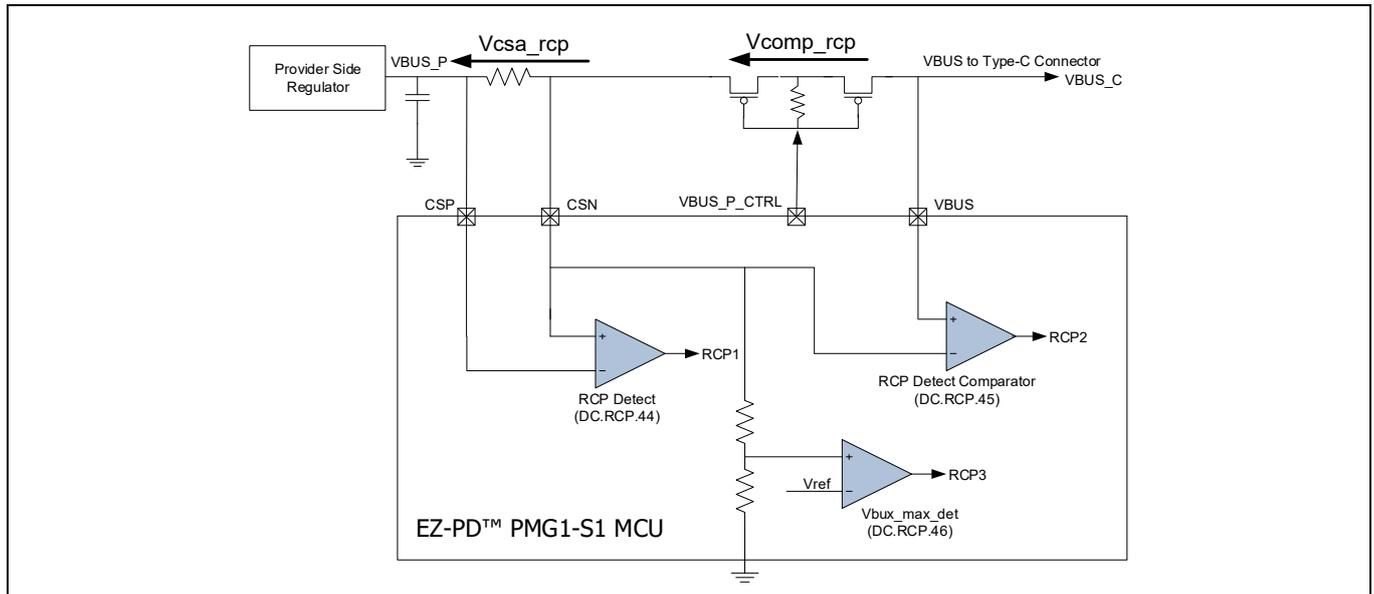

Figure 5 RCP メカニズム
EZ-PD™ PMG1-S1 には、**Figure 5** に示すように、逆電流を検出する 3 つの異なるメカニズムがあります。
- メカニズム 1: コンパレータは、ピン CSP および CSN を介して外部 Rsense の両端の電圧降下を検出します。このコンパレータが、**Table 34** に示す Vcsa_rcp 電圧により CSN > CSP となる場合は常に、RCP イベントを通知します。このコンパレータの出力は RCP1 として **Figure 5** に示されています。
- メカニズム 2: コンパレータは、EZ-PD™ PMG1-S1 の CSN および VBUS のピンを介してプロバイダ FET の両端の電圧降下を検出します。このコンパレータが、**Table 34** に示された Vcomp_rcp 電圧により VBUS > CSN となる場合は常に、RCP イベントを通知します。このコンパレータの出力は、RCP2 として **Figure 5** に示されています。
- メカニズム 3: コンパレータは CSN ピンの電圧の 20% を検出し、5V プロバイダ VBUS アプリケーションの (Vref = 1.15V) と比較します。このコンパレータは、CSN 電圧が 5V アプリケーションとして **Table 34** に示された Vbus_max_det 電圧を超えると、RCP イベントを通知します。このコンパレータの出力は RCP3 として **Figure 5** に示されています。注: Vref はプログラム可能であり、分圧器には 10% または 20% の値を使用するオプションがあります。プロバイダの電圧が高い場合、VBUS デバイスはこの閾値を自動的に調整します。